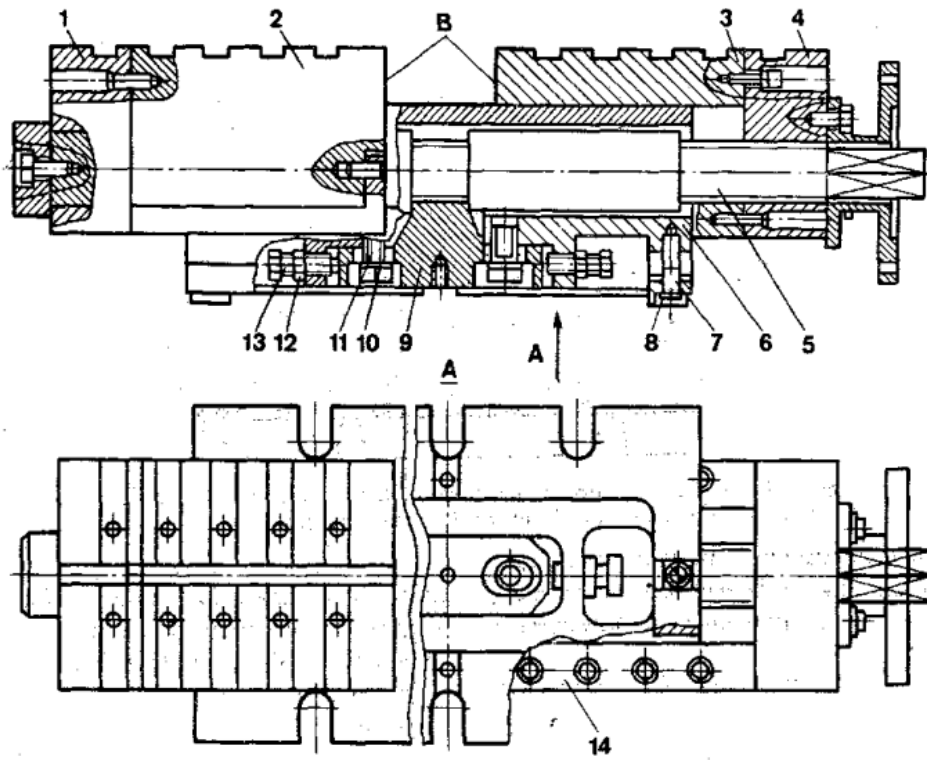

Рис. 39
4. Составьте описание конструкции и принципа действия приспособления по рис. 39.